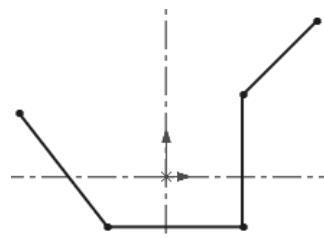

图 5.3 绘制的直线
(2) 绘制直线。选择下拉菜单 **工具(T)** → **草图绘制实体(S)** → **直线(L)** 命令，在图形区中绘制图 5.3 所示的直线。